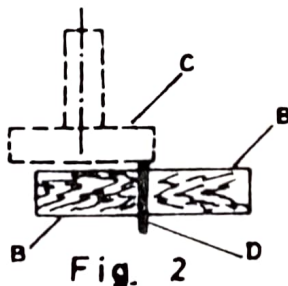

Fig. 2
- c) Fig. 2 visar klingledaren med sidostyrningar av fiber. Bakre klingledarrullen ( C ) styr mot klingans rygg. Sidostyrningarna ( B ) måste styra tätt mot klingans ( D ) sidor. Slipa då och då av sidostyrningarnas styrytor så att de är släta och i exakt vinkel.